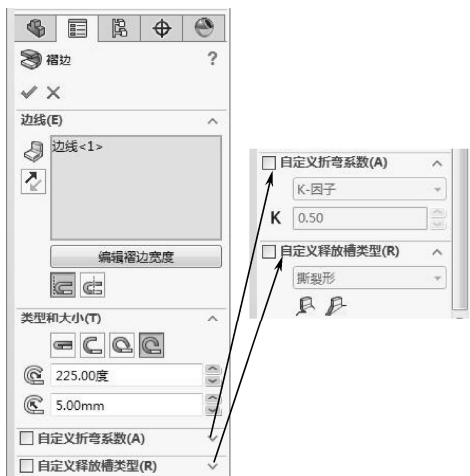

图 9-39 “褶边”属性管理器
- 03 单击“钣金”工具栏中的“褶边”按钮，或者选择菜单栏中的“插入”→“钣金”→“褶边”命令，系统弹出如图 9-39 所示的“褶边”属性管理器。